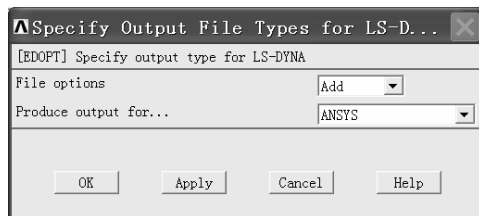

图 1-45 “Specify Output File Types for LS-D...”窗口
(2) 在“Solution Time for LS-DYNA Explicit”窗口“[TIME] Terminate at Time:”后面的方框中输入“0.01”，然后单击该窗口中的“OK”按钮。
(3) 依次选择 Main Menu>Preprocessor>Solution>Output Controls>Output File Types，弹出“Specify Output File Types for LS-D...”窗口（见图 1-45）。